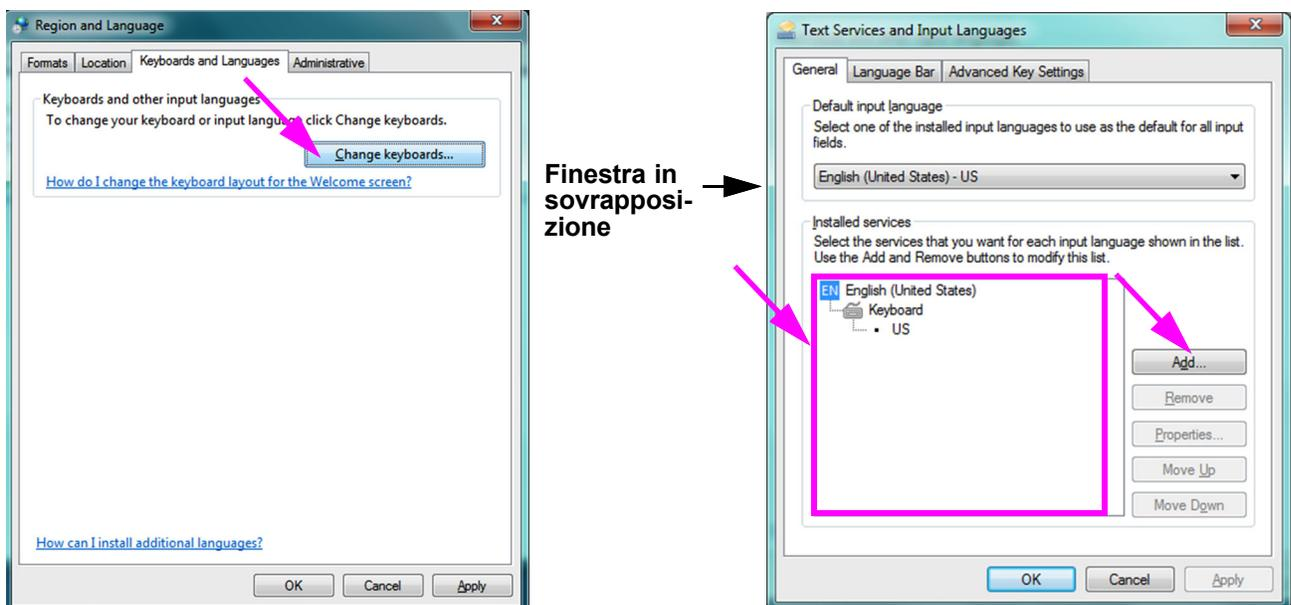

Figura C-8. Schermate Region and Language (Paese e lingua) e Text Services and Input Languages (Servizi di testo e lingue di input)
2. Quando la scheda Keyboards and Languages (Tastiere e lingue) viene visualizzata, fare clic sul pulsante **Change Keyboards... (Cambia tastiere...)** (vedere la Figura C-8). Viene visualizzata una finestra in sovrapposizione, con l'elenco di Installed Services (Servizi installati), ovvero le tastiere di lingua disponibili.
Se la lingua desiderata non è presente nella casella Installed Services (Servizi installati), fare clic sul pulsante **Add (Aggiungi)** (vedere la Figura C-8).